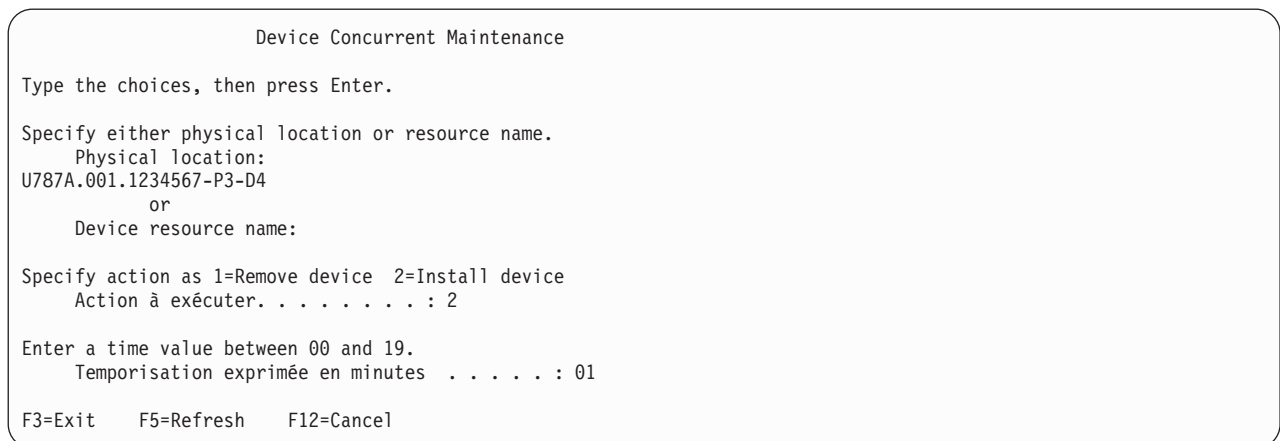

Figure 33. Exemple d'écran Device Concurrent Maintenance
8. Dans la zone **Specify either physical location or resource name**, indiquez l'emplacement physique que vous avez enregistré au cours de cette procédure (voir figure 33, à la page 45).